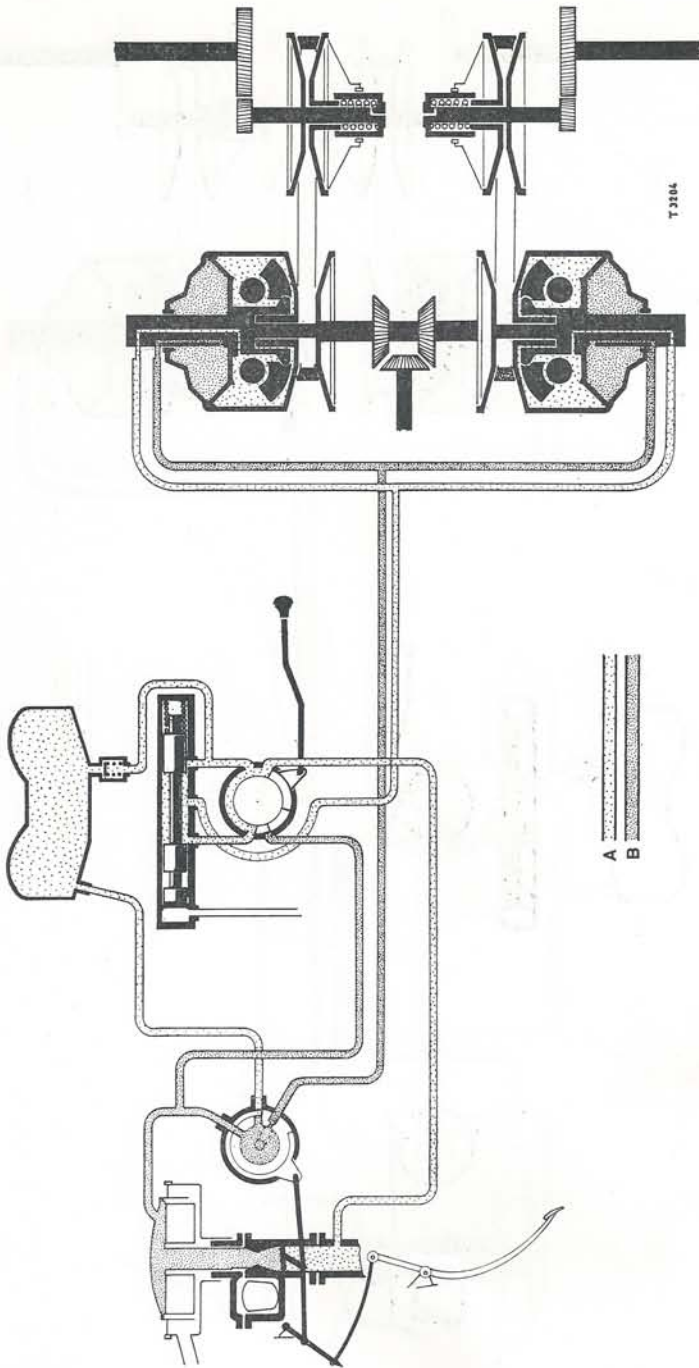

Fig. 4.
*4. Uitgetrokken motorremklep en gaspedaal los (fig. 4):* Het motorremeffect kan volledig gebruikt worden door de motorremknop uit te trekken, waardoor de Variomatic sterk terugschakelt. Uit de beschrijving in punt 2 blijkt, dat in de „overdrive”-positie in de buitenste kamers van de Variomatic vacuüm heerst en de trommel naar de vaste schijf wordt gedrukt.
Door de motorremknop uit te trekken, wordt in de binnenste kamers een vacuüm gevormd en de trommel van de schijf afgedrukt, waardoor sterk wordt teruggeschakeld (zie fig. 4).